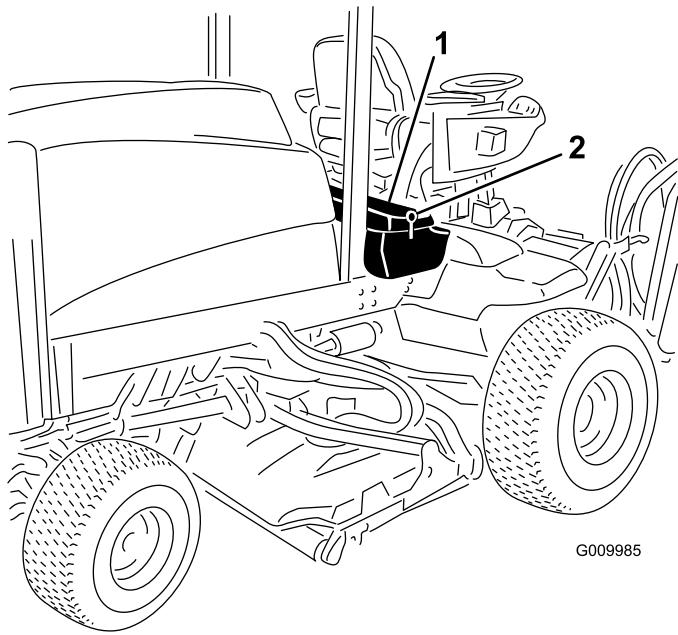
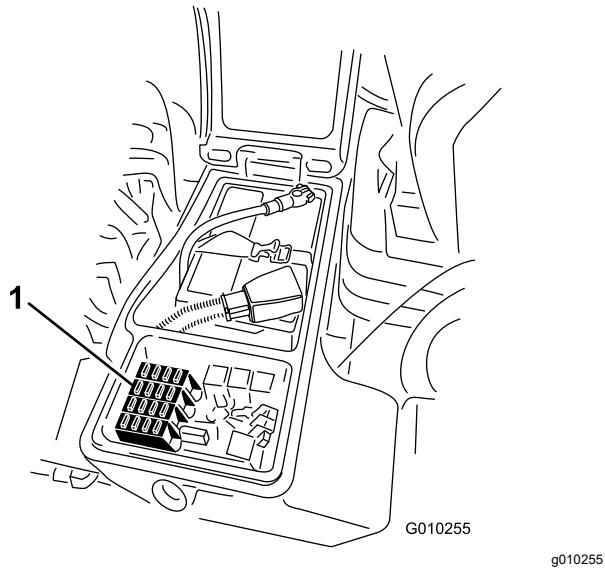

Figura 68
Figura 69
- Afloje el enganche de la cubierta de la caja de almacenamiento derecha y eleve la cubierta (Figura 68).
1. Afloje el enganche de la cubierta de la caja de almacenamiento derecho y eleve la cubierta (Figura 68) para exponer el bloque de fusibles (Figura 69).
2. Sustituya el fusible o los fusibles abiertos tal y como sea necesario (Figura 69).
3. Cierre la cubierta de la caja de almacenamiento derecha y fíjela con el enganche (Figura 68).